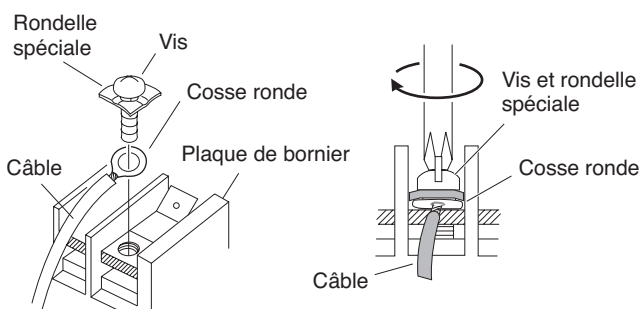

Fig. 30
- (4) Mettez en place le câble avec la cosse ronde, puis remettez en place la vis de borne qui avait été retirée en utilisant le tournevis (Fig. 30).